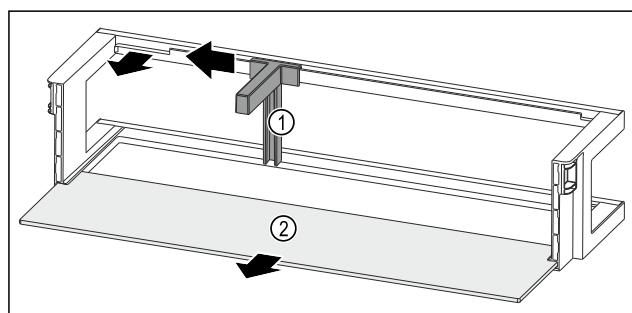

Fig. 164 Лотки на дверцятах із тримачем пляшок і полицею
- ▶ Пересуньтетримач пляшок Fig. 164 (1) убік до пази.
- ▶ Вийміть тримач пляшок Fig. 164 (1).
- ▶ Дістаньте полицю Fig. 164 (2).